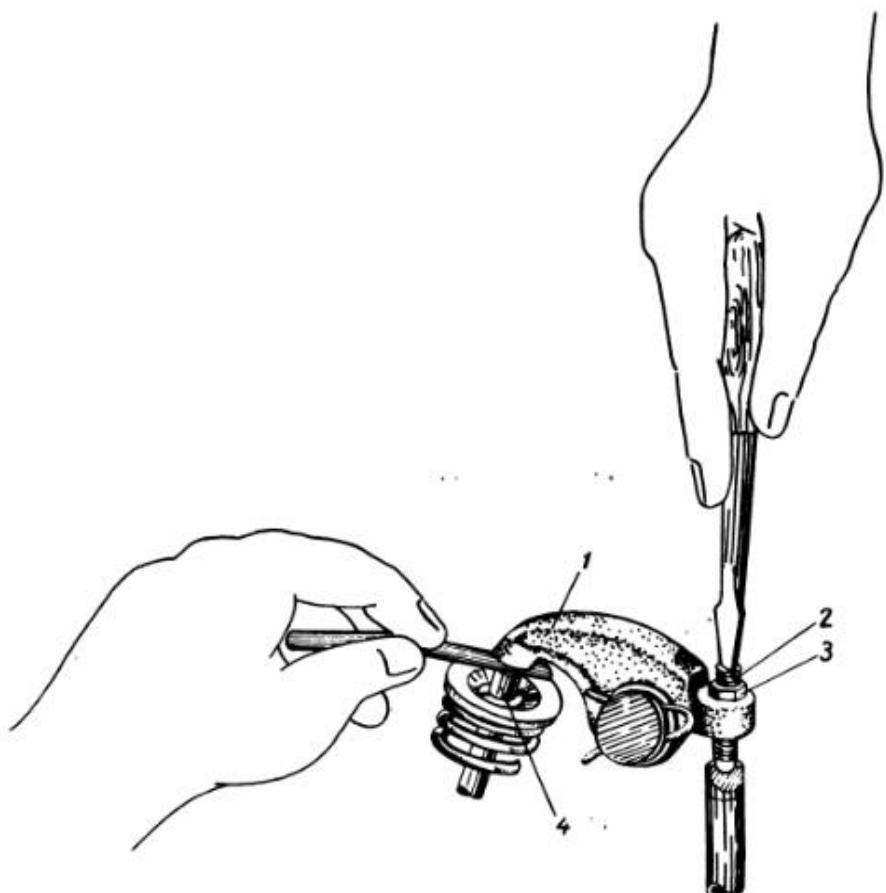

Рис.21. Регулировка зазора в клапанах:
- отпустить контргайку 3 (рис. 21) регулировочного винта 2 коромысла и, вставив пластину щупа 0,15 мм между головкой коромысла 1 и торцом клапана 4, повернуть регулировочный винт так, чтобы пластина щупа проходила в зазоре без закусывания, с небольшим усилием;